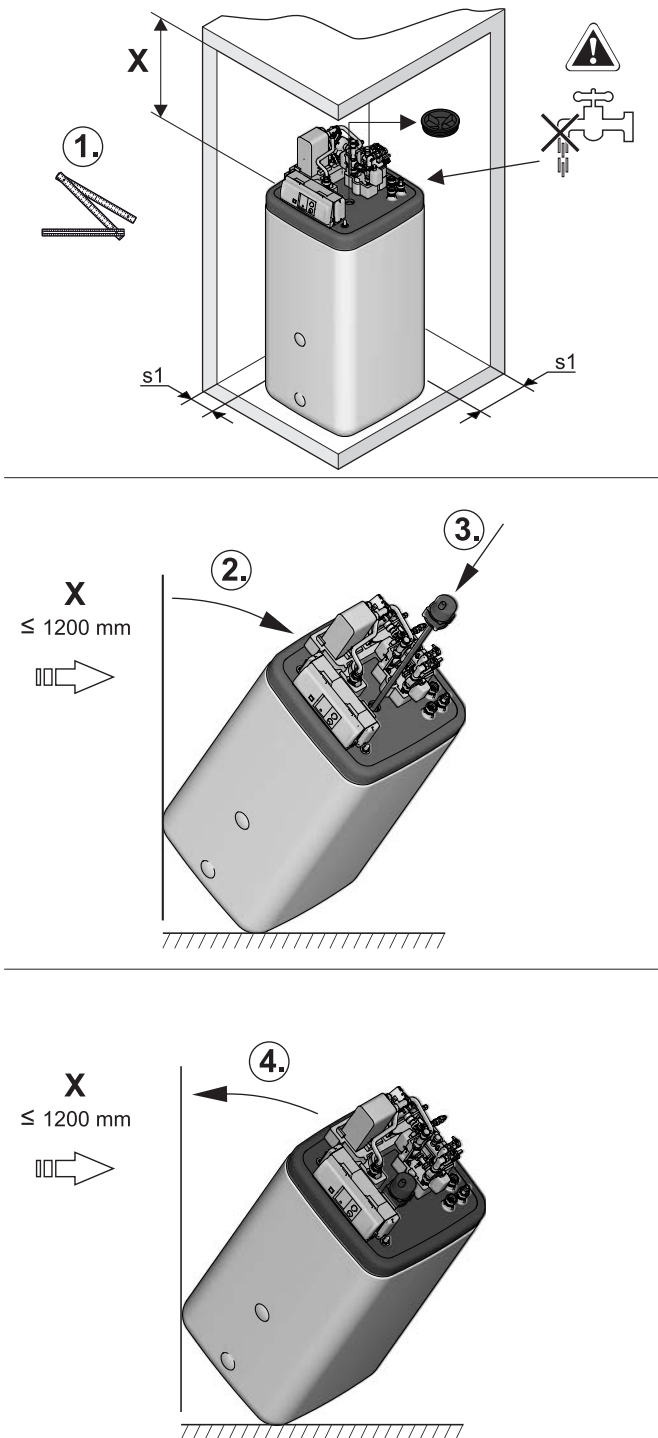

Figura 4-5 Collocazione (rappresentata su HPSU compact 508/516 con installazione del Backup-Heater opzionale)
- Distanze raccomandate (figura 4-5):
- Dal soffitto (X):  $\geq 1200$  mm.
- Se necessario, installare il Backup-Heater (BUH) opzionale nella HPSU compact (figura 4-5). Questo componente è accompagnato da istruzioni specifiche separate che contengono, tra l'altro, indicazioni sul montaggio e sul funzionamento (☞ attenersi alla coppia di serraggio, vedere capitolo 10.3 "Coppie di serraggio").